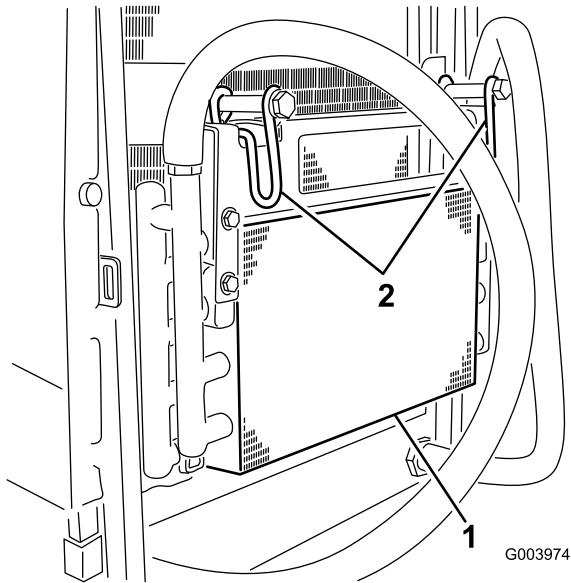

Figure 101
7. Tournez les 2 attaches du refroidisseur d'huile vers l'intérieur, puis inclinez le refroidisseur d'huile (Figure 101).